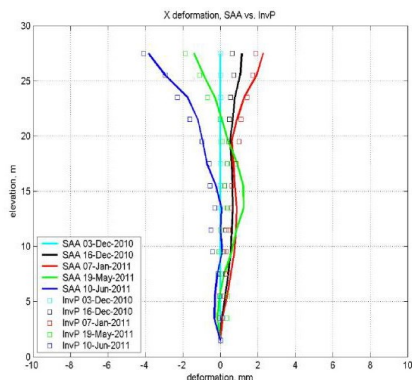
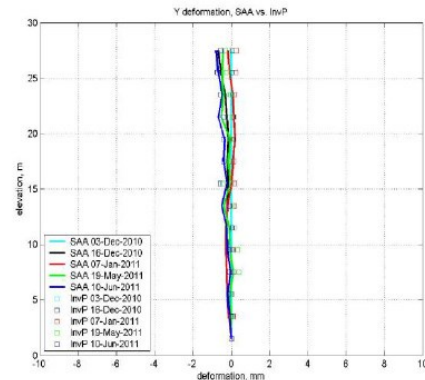

Fig.5 SAAとInvPのX-Z変位測定結果
Fig.6 SAAとInvPのY-Z変位測定結果
- ▶ データを比較する計測区間は地上から28m、X-Z[Fig.5]、Y-Z[Fig.6]を測定。